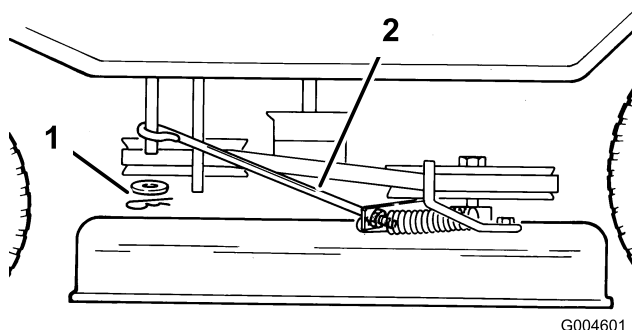

Figura 40
11. Togliete la coppiglia a forcina e la rondella dal braccio di comando della lama, sul lato sinistro del tosaerba (Figura 40).
17. Montate l'asta di comando della lama sul braccio di comando della lama, e fissatela con la rondella e la coppiglia a forcina (Figura 40).